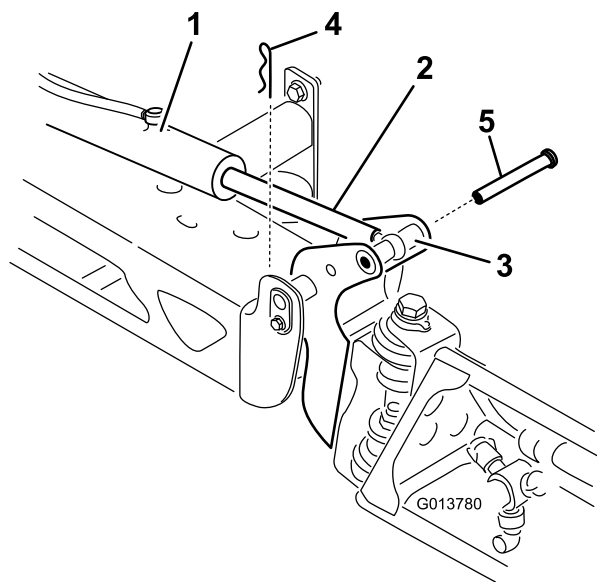

Figure 64
- Retirez la goupille fendue de l'axe de pivotement (Figure 64).
- Élevez la rampe et retirez l'axe (Figure 64), puis abaissez lentement la rampe au sol.
- Tout en maintenant la rampe, insérez l'axe dans le pivot de rampe et la tige de vérin (Figure 64).